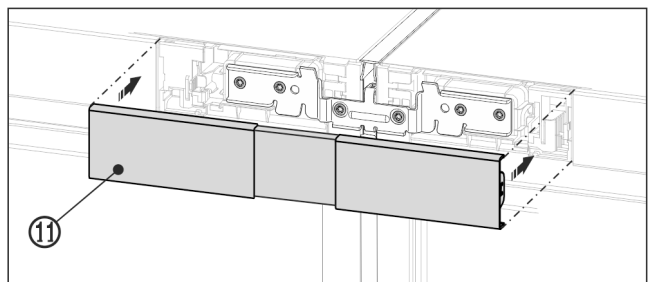

Fig. 24 Przykładowa prezentacja
- ▶ Zaczepić górną pokrywę Fig. 24 (11) na jeszcze otwartej wnęce między obiema blendami paneli obsługi. Zwrócić uwagę na to, aby ścianki zewnętrzne pokrywy przylegały na jednym poziomie do blend panelu obsługi.